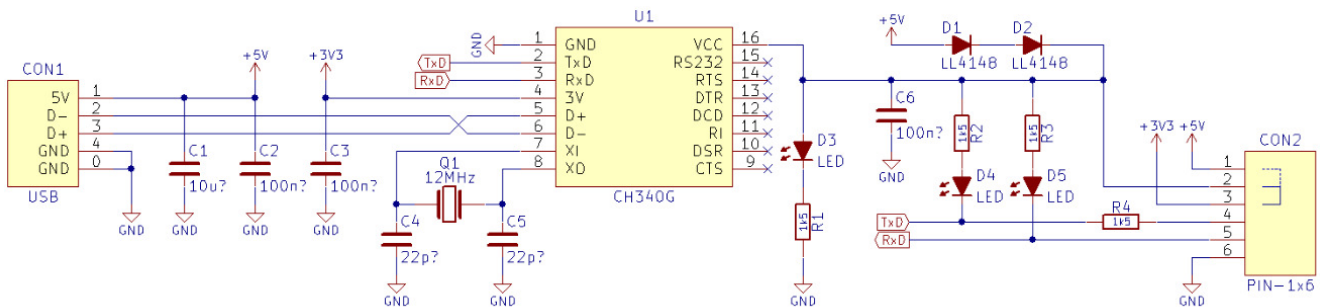

Fig. 5 Schema convertorului USB-TTL cu CH340
5. alimentarea la 3.3V direct din adaptorul USB-TTL este teoretic posibilă, dar nu este recomandabilă; așa cum se vede pe schema adaptorului din fig. 5, se obțin aprox. 3.3V din 5V prin înserierea a 2 diode (D1 și D2), tensiunea nefiind foarte precisă și, mai ales, curentul printr-o diodă 4148 este max 100mA, deci nu se poate folosi decît la consumuri mici ! dacă *totuși* se dorește acest lucru (pe răspunderea voastră; dacă vă stricați adaptorul USB-TTL trebuie să vă procurați singuri unul nou), se va efectua doar punctul 4 de mai sus, și se va pune jumperul J1 pe poz. 2-3 pentru a uni linia de "3.3" cu Vcc-ul schemei.
Schema adaptorului (bazată pe cipul CH340) este dată în fig. 5: